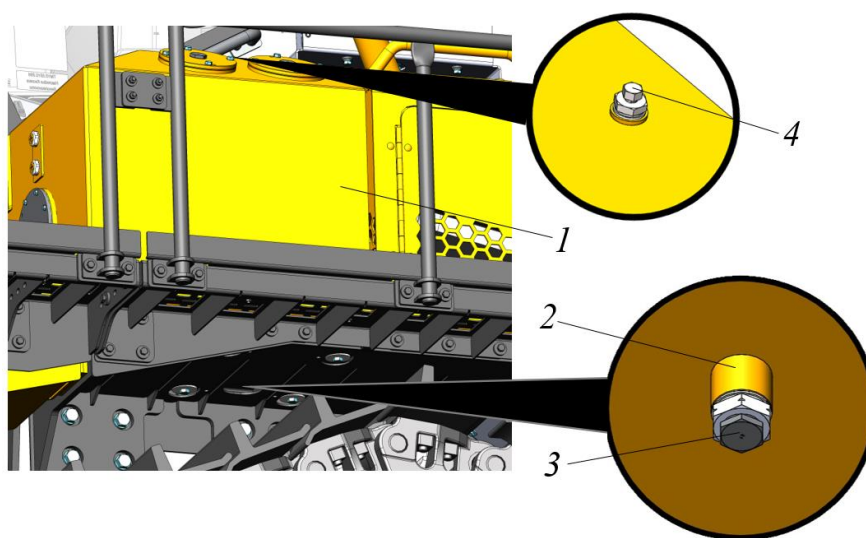

Рисунок 5.90. Процедура слива масла с гидробака
- ▶ Сливной клапан размещен на гидробаке снизу, см. рис. 5.90.